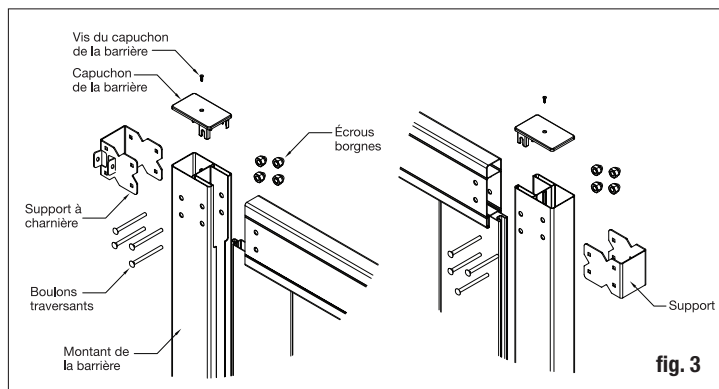

fig. 3
Glissez le montant de la barrière sur le panneau de clôture et placez les charnières au centre de la traverse de la clôture. Utilisez la charnière comme guide et percez les quatre (4) trous de 6 mm (¼ po) nécessaires aux boulons de la charnière. Veillez à ce que les traverses soient complètement insérées dans le montant avant de percer. Les boulons ont besoin de traverser le montant et la traverse pour fonctionner correctement. Reportez-vous à la fig 3.
Insérez les boulons et attachez les écrous sans serrer (ils seront serrés un peu plus tard). Faites de même pour chacun des quatre coins. Une fois que tous les coins ont été attachés sans trop serrer, vous devrez mesurer la distance d'un coin à l'autre afin de veiller à ce que la clôture soit à l'équerre. Une fois à l'équerre, serrez tous les boulons avec une clé de 1,1 cm (7/16 po). Ne pas trop serrer car vous pourriez écraser les montants de la barrière. Reportez-vous à la fig 3.